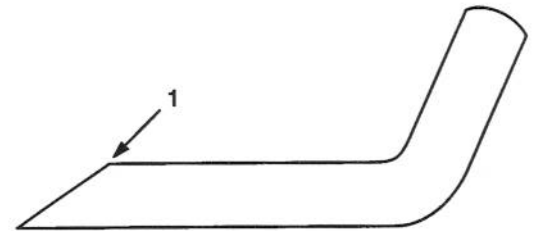

Figure 19
3. Examiner l'état des tranchants de toutes les lames. Les affûter s'ils sont émoussés ou ébréchés. Affûter seulement la face supérieure du tranchant et conserver l'angle de coupe d'origine pour obtenir une coupe nette (Fig. 19). La lame reste équilibrée si les deux tranchants sont affûtés de la même manière.